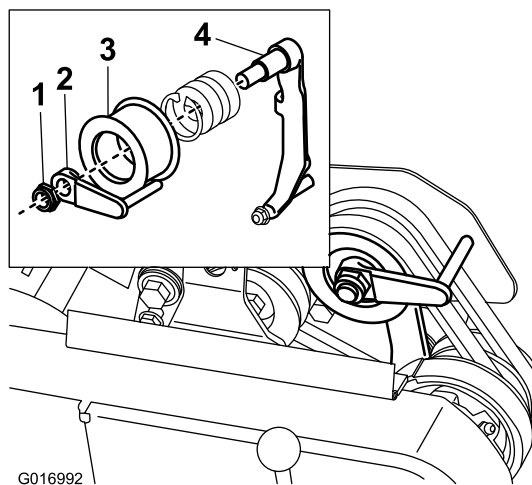

Рисунок 40
8. Для облегчения перемещения машины толканием или буксировкой с заглушенным двигателем отрегулируйте направляющую ремня (Рисунок 40, врезка) следующим образом: